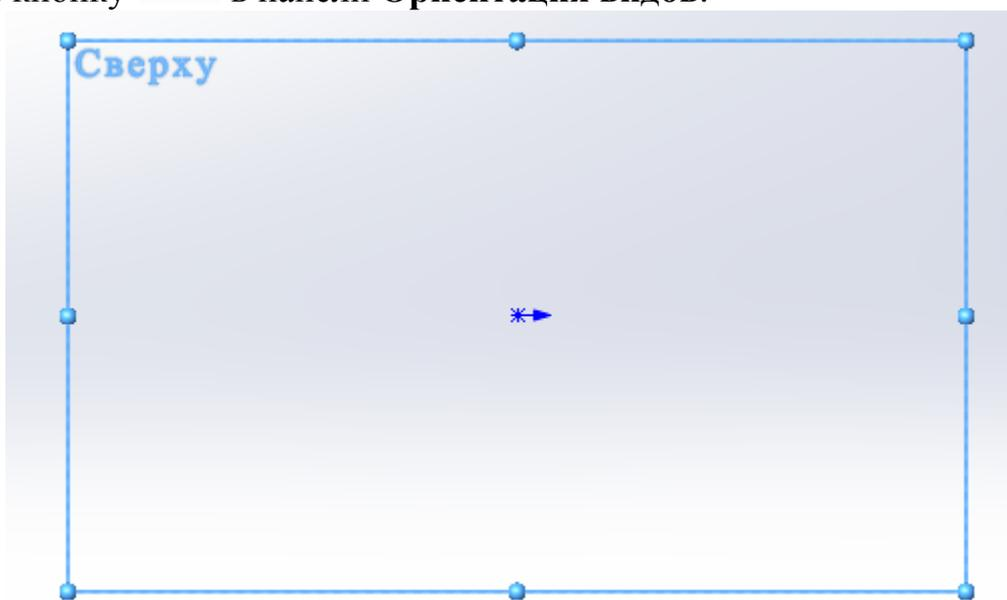

Рис. 1.9. Перпендикулярная ориентация плоскости проектирования.
3.1. Выбрать в *Дереве конструирования*, путем наведения курсора и нажатия левой кнопки мыши, плоскость “Сверху” (рис. 1.9).
3.2. Ориентировать выбранную плоскость в направлении “Перпендикулярно” (рис. 1.9), выбрав кнопку  в панели **Ориентация видов**.